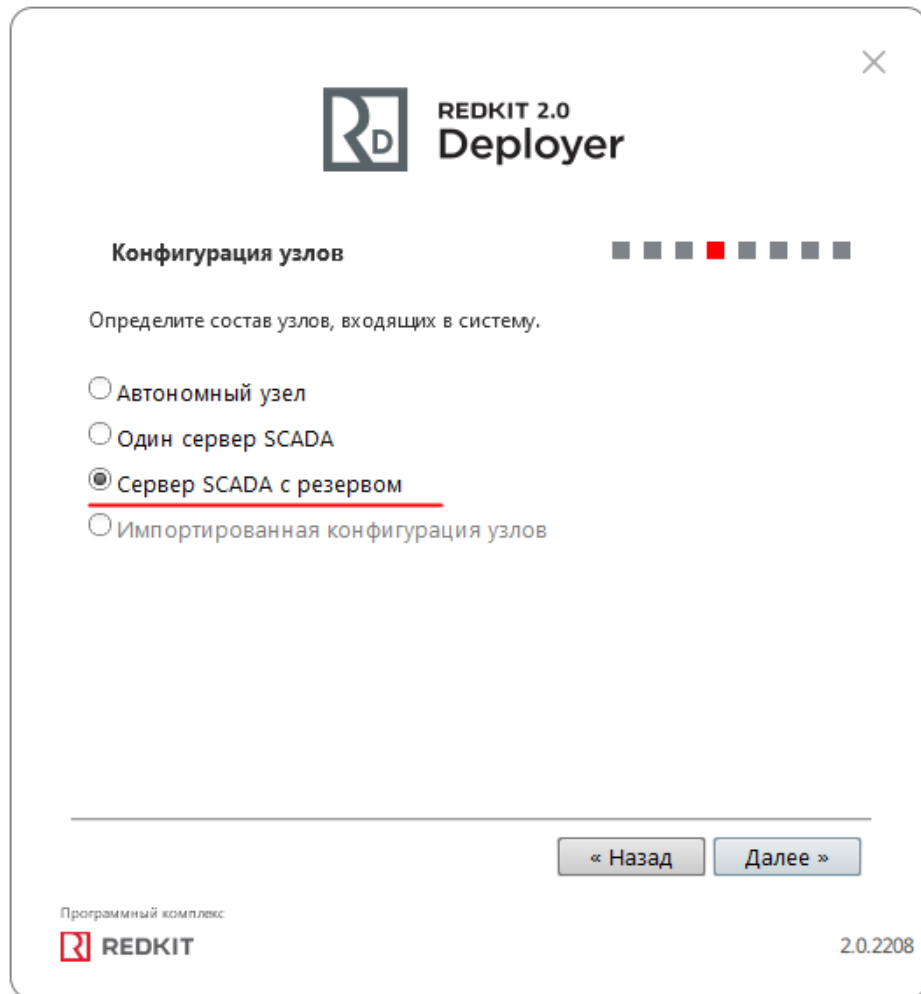

Рисунок 41 - Конфигурация узлов
9. Выберите конфигурацию узлов **Сервер SCADA с резервом** и нажмите **Далее** (Рисунок 41).